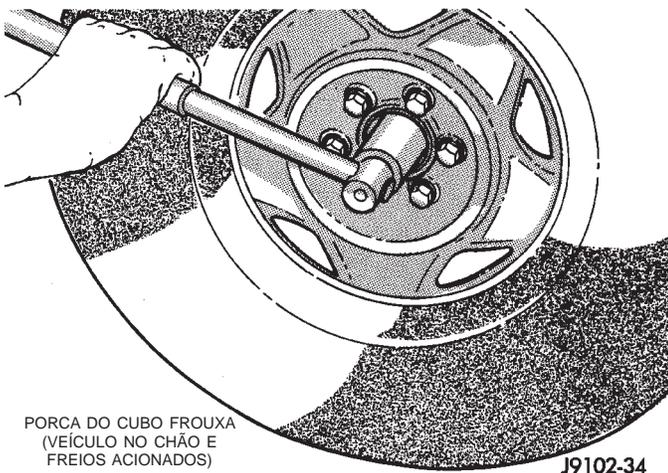
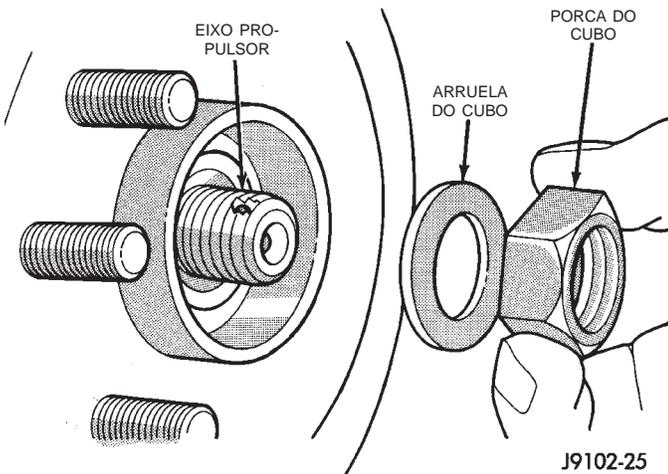

Fig. 3 Afrouxamento da Porca do Cubo da Roda
Fig. 4 Porca do Cubo e Arruela
(2) Afrouxe as porcas da roda e a porca do cubo enquanto o veículo estiver na superfície com os freios acionados (Fig. 3).
(3) Eleve o veículo.
(4) Remova a placa deslizante, se assim equipado.
(5) Remova a porca do cubo e a arruela do eixo curto (Fig. 4).
(6) Remova a roda e o pneu.